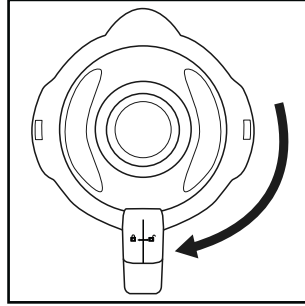

Fig. 2
- 4) Vuelva a presionar firmemente la tapa **2** sobre el vaso **3** en su posición desplazada. Para cerrar la tapa **2**, gírela en sentido horario hacia la posición **4** hasta que encastre audiblemente (consulte la fig. 2). Asegúrese de que la boca del vaso **3** quede cerrada. Solo podrá activarse el motor si la tapa **2** está bien colocada.